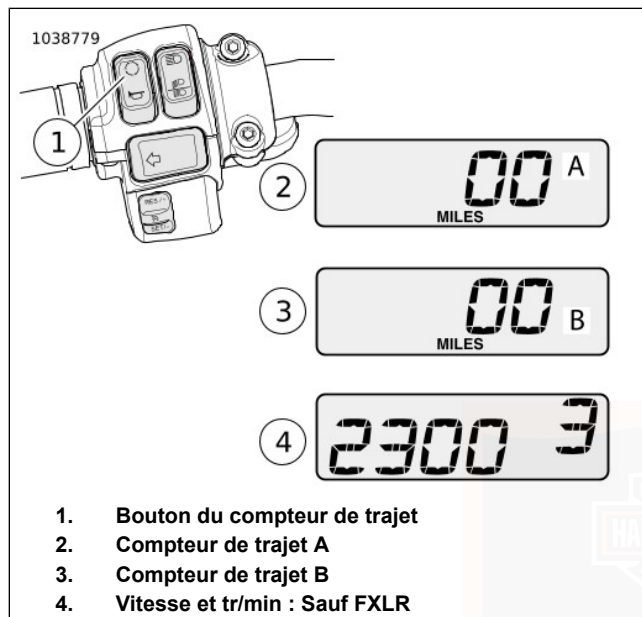

Figure 22. Compteurs de trajet, compte-tours et sélection de vitesse
Voir Figure 22. Pour vérifier le kilométrage ou remettre à zéro les compteurs de trajet, le commutateur MARCHE/ARRÊT doit être en position MARCHE. Enfoncer et relâcher le bouton du compteur de trajet (1) jusqu'à ce que le registre souhaité de compteur de trajet A (2) ou B (3) soit affiché. Un A ou un B figurant sur la droite de la fenêtre d'affichage identifie le compteur de trajet.
Voir Figure 22. Enfoncer et relâcher le bouton du compteur de trajet pour faire défiler les affichages sur le compteur kilométrique. Le compteur kilométrique affiche la vitesse du moteur en tours/minute (tr/min).